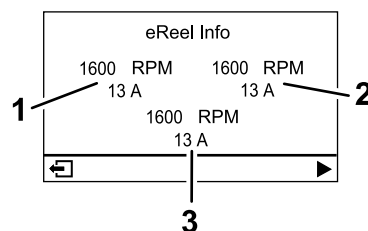

図 18
- **eリールモーター画面** 図 18 各カuttingユニットモーターの回転数と電流を表示します